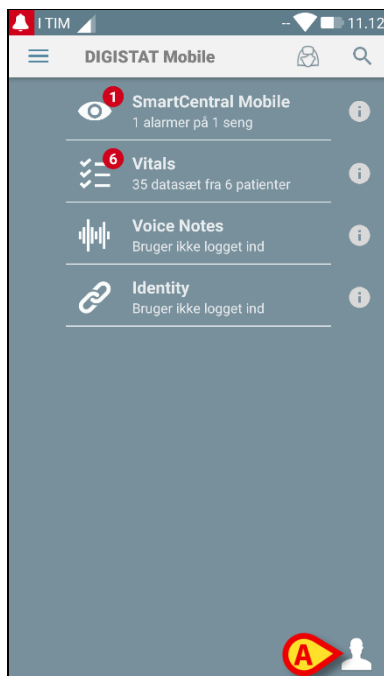

Fig. 18
- Berør **Log på** i det nederste højre hjørne på “Applikationsliste” skærmen (Fig. 18 A).